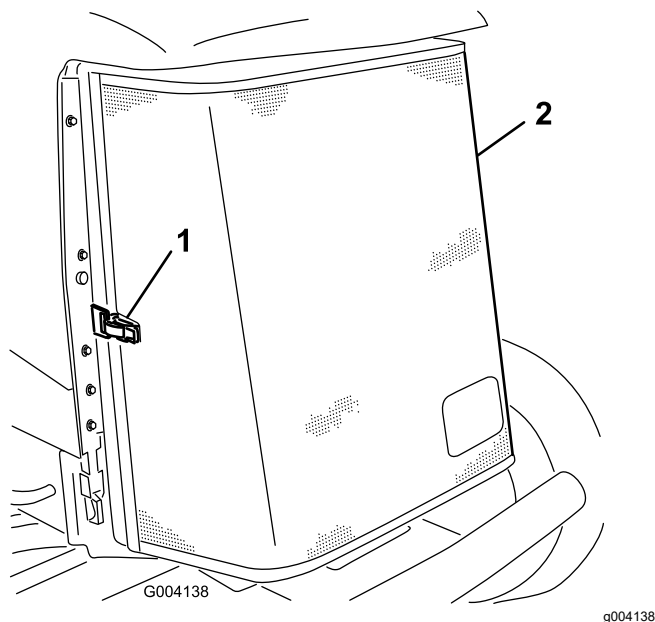

Figura 85
3. Sbloccate il morsetto e aprite la griglia posteriore (Figura 85).